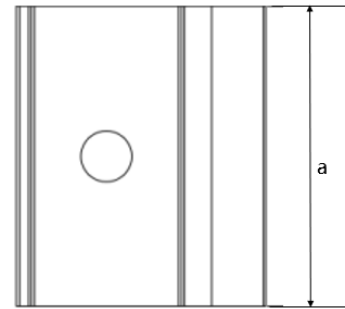
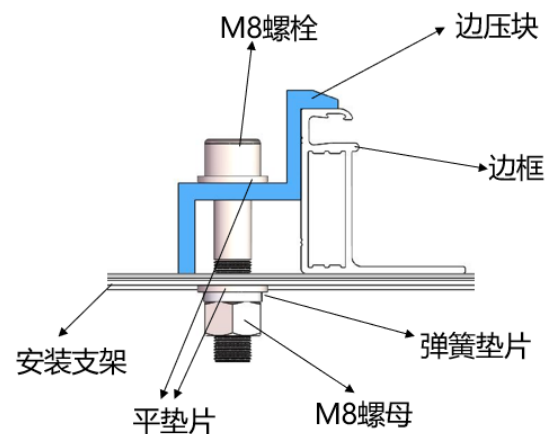
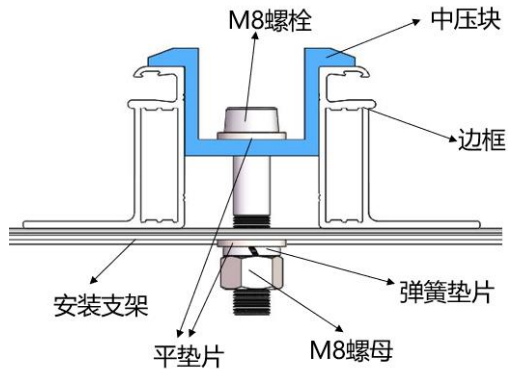

图 14 边压块俯视图
图 16 边压块安装示意图
图 17 中压块安装示意图
- ① 将光伏组件置于两条支架之上（不提供）。支架必须使用不锈钢材料或做过防腐处理（如热镀处理）。每块光伏组件至少需要 4 个压块去固定，在安装过程中，请勿让压块直接接触玻璃及让边框变形，否则会导致光伏组件破损。
- ② 务必避免因夹具形成的阴影对光伏组件造成遮挡效应。漏水孔不能被夹具遮挡。夹具必须与光伏组件边框保持至少 8mm 但不超过 11mm 的重叠部分（保证光伏组件可靠安装的前提下可以变更夹具截面）。
- ③ 支架与光伏组件边框接触的上表面需有一个与 M8 螺栓匹配的凹槽。
- ④ 若支架上无凹槽，则需在上述提到的位置钻一个直径大小合适的孔，以便螺栓固定。
- ⑤ 确保每个压块的安装顺序为平垫圈、弹簧垫圈、螺母。
- ⑥ 图 14、15 为压块示意图，图 16、图 17 所示为压块安装示意图。压块的尺寸为 $a \geq 40 \text{ mm}$, $b \geq 16 \text{ mm}$, $c \geq 5 \text{ mm}$, $d \geq 8 \text{ mm}$, $e \geq 15 \text{ mm}$, $\varnothing = 9 \text{ mm}$ ，压块厚度 $\geq 3 \text{ mm}$ 。针对 182 和 210 版